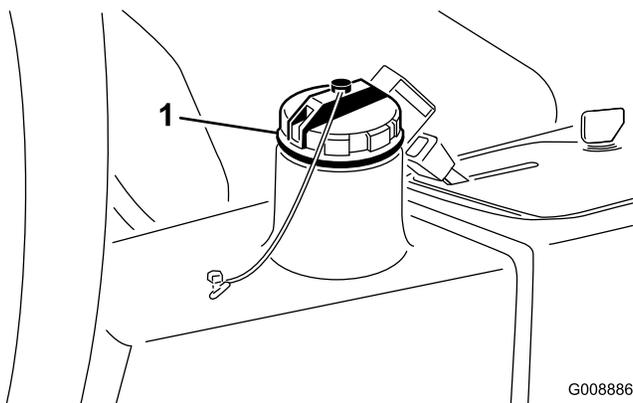

Figura 57
3. Riempite il serbatoio (Figura 57) con 13,2 litri circa di fluido idraulico; vedere Verifica dell'impianto idraulico.